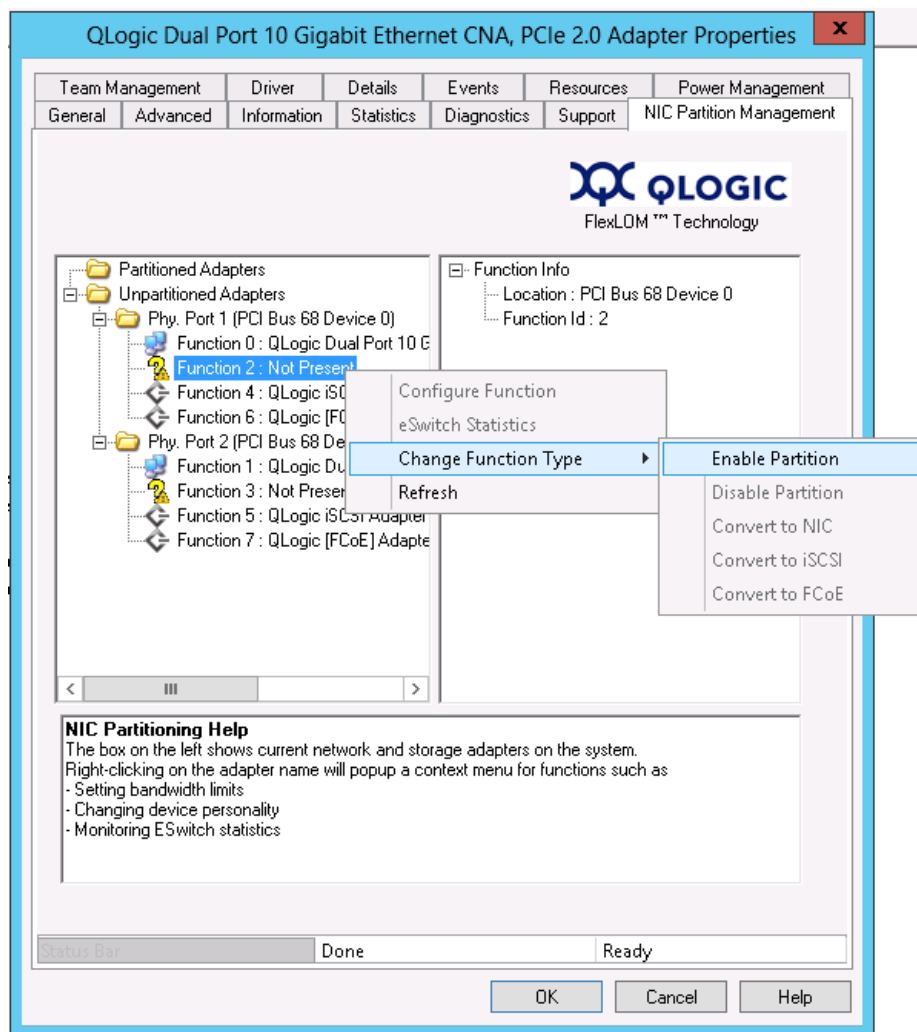

Abbildung 4-26. Aktivieren der Partition
- c. Wählen Sie **Enable Partition** (Partition aktivieren) aus (siehe Abbildung 4-26).